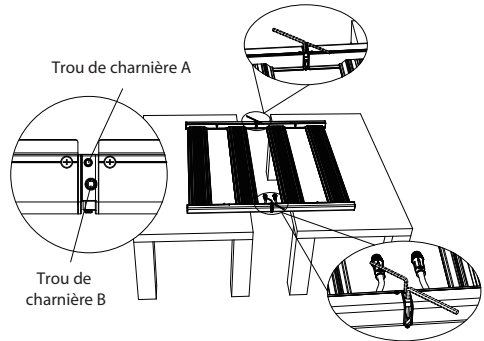

Fig. 4
d. Utilisez une clé Allen (pièce D) pour desserrer les trous A et B des deux charnières latérales, comme le montre la figure 4.